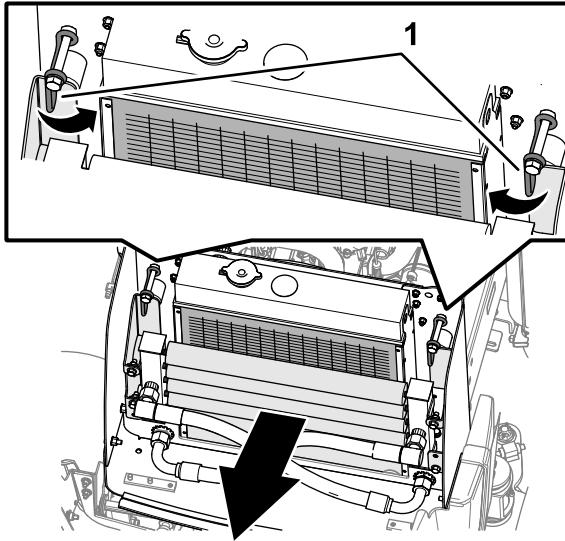
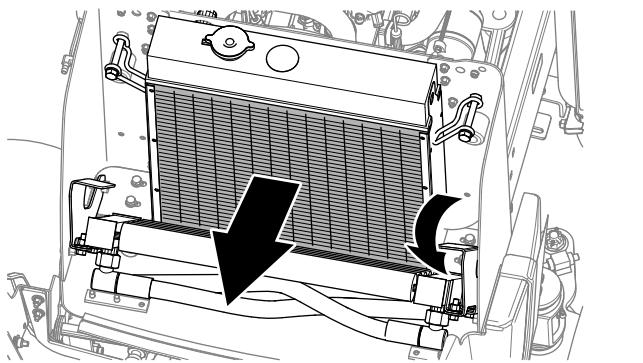

Bild 80
Bild 81
6. Reinigen Sie den Ölkühler mit Niedrigdruckluft (3,4 bar) (Bild 80).
7. Drehen Sie die Ölkuhlerriegel nach innen, und schwenken Sie den Ölkuhler (Bild 80 und Bild 81).
8. Blasen Sie von der Lüfterseite des Kühlers die Rückstände mit Niedrigdruckluft (3,4 bar) aus (Bild 81). Wiederholen Sie diesen Schritt von der Vorderseite des Kühlers und dann von der Lüfterseite. Reinigen Sie beide Seiten des Ölkuhlers gründlich.